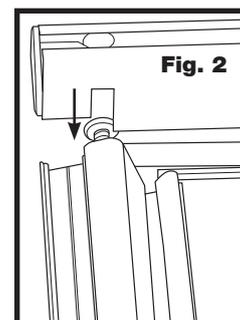
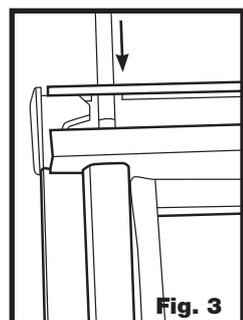

Fig. 2
Fig. 3
Fija la **jamba del travesaño superior (A)** a cada jamba lateral deslizando el tornillo en las ranuras de la **jamba del travesaño superior (A)** (Fig. 2). Con un destornillador de cabeza Phillips núm. 3 aprieta los tornillos hasta el final (Fig. 3).